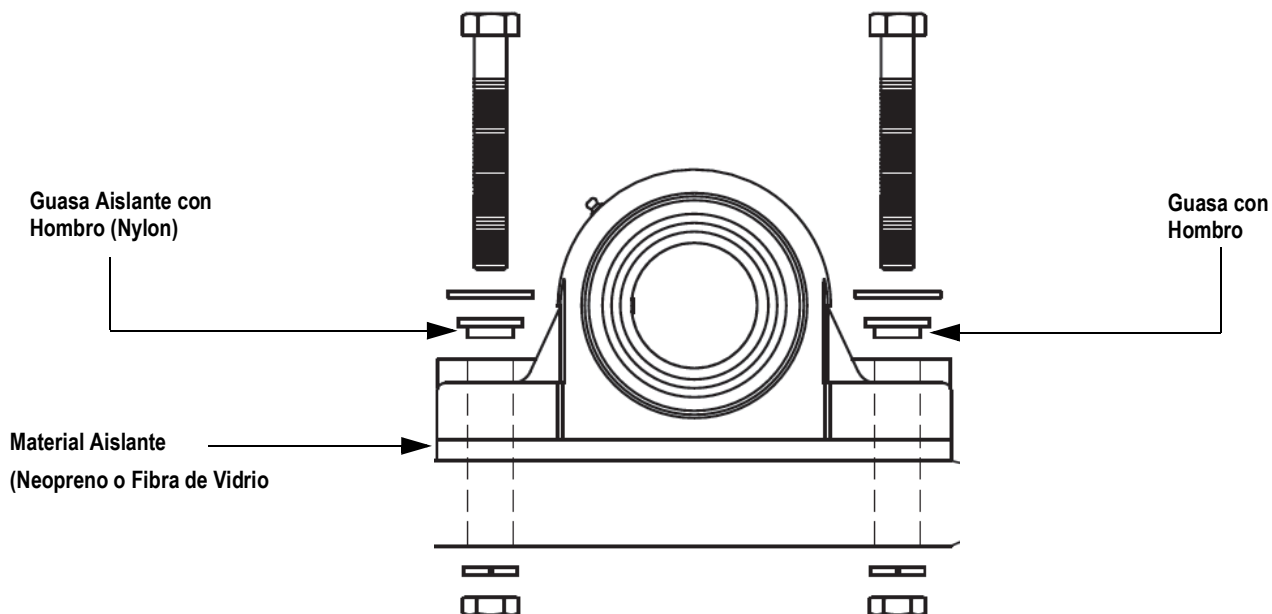

Figura 2-6. Método de Aislamiento de la Masa del Cojinete
La Figura 2-6 muestra el método de aislamiento de la masa completa del cojinete, del marco de la banda transportadora. Este requiere taladrar las perforaciones de la masa a un diámetro mayor para colocar guasas con hombro. La masa del cojinete también deberá aislarse del marco de la banda transportadora con un aislante no metálico de lado a lado de la base de la masa.
- Si se emplea el Método de Aislamiento de la Masa del Cojinete, (Figura 2-6), simplemente retire una de las guasas con hombro en uno de los extremos de la flecha.